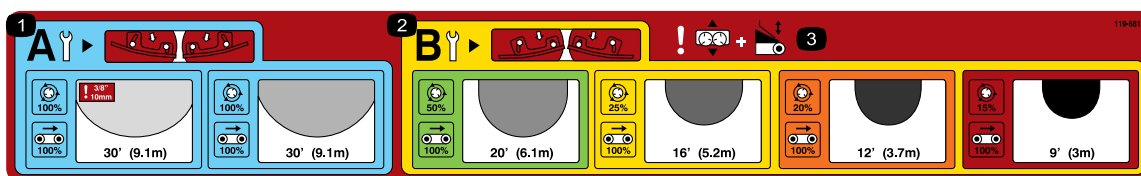
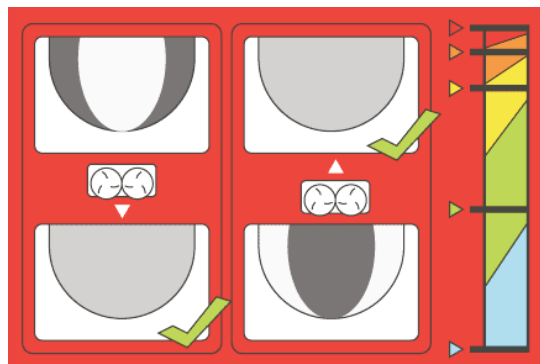

Рисунок 30
Рисунок 43
Выберите плотность разбрасывания, руководствуясь таблицей с основными рабочими параметрами, которая находится на заднем борту машины (Рисунок 30).
**Примечание:** Цветовые диапазоны на табличке, показанной на Рисунок 36, соответствуют цветовым диапазонам на табличке с основными рабочими параметрами (Рисунок 30).
**Примечание:** Цветовые диапазоны на табличках, показанных на Рисунок 38 и Рисунок 39, соответствуют цветовым диапазонам на табличке с основными рабочими параметрами (Рисунок 30).
**Примечание:** Цветовые диапазоны на табличке, показанной на Рисунок 41, соответствуют цветовым диапазонам на табличке с основными рабочими параметрами (Рисунок 30).
Для устранения такой неравномерности приведена иллюстрация **настройки параметров подвижной плиты**, на которой показано, как корректировать положение подвижной плиты (Рисунок 43).
**Примечание:** Цветовые диапазоны на табличке, показанной на Рисунок 43, соответствуют цветовым диапазонам на табличке с основными рабочими параметрами (Рисунок 30).